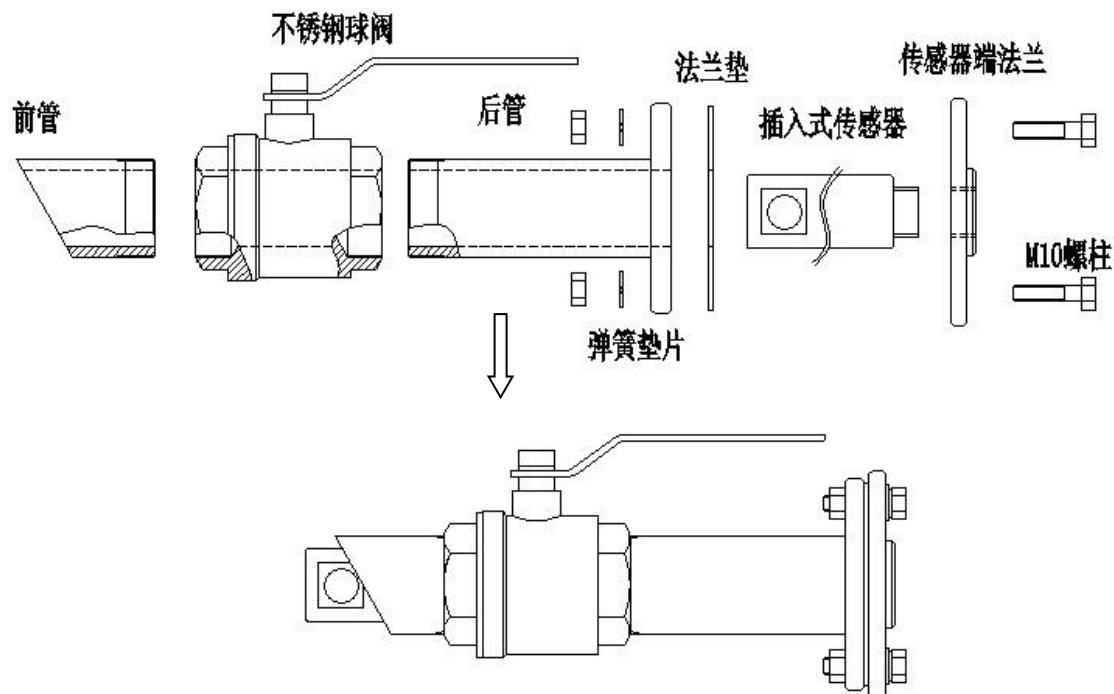

图 2-9 插入式传感器安装
- (1) 将图 2-9 中的前管与待安装传感器的管道相连（焊接），将不锈钢球阀与前管相连（螺纹连接）；然后将后管与不锈钢球阀相连（螺纹连接）；
- (2) 将插入式传感器与传感器端法兰相连（螺纹连接）；